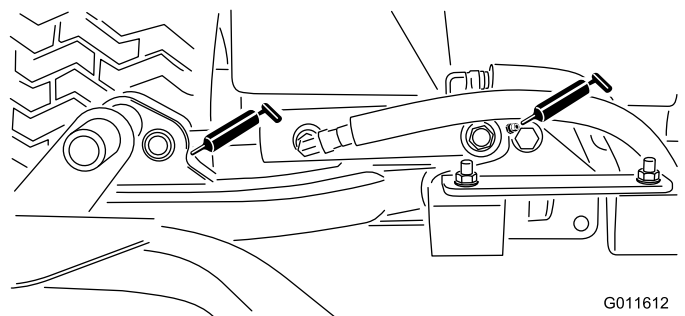

Bild 28
- Hubarmzylinder der Schneideinheit (2) (Bild 28)
- Hubarmgelenke (1) (Bild 28)